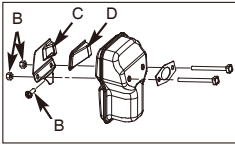

Fig. 17B
- Fjern de 2 skrueer, der holder dækslet på plads (C). (Fig.17B)
- Smid den brugte gnistfangerskærm (D) ud, og erstæt den med en ny.